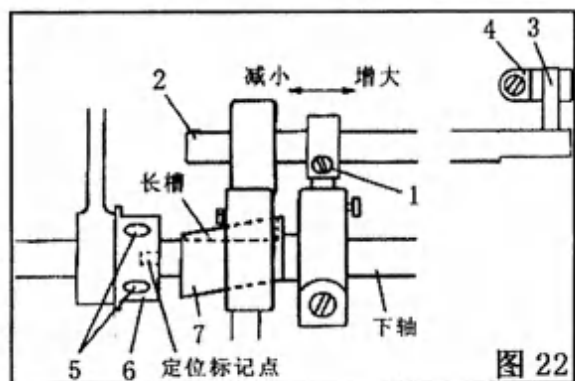

图 22
1) 抬牙凸轮的定位 (图 22): 放倒机器, 拧松抬牙凸轮螺钉 (5), 然后按住抬牙凸轮 (6), 再缓缓转动主动轮, 当抬牙凸轮上的定位标记点与送布凸轮 (7) 上的长槽成 90° 时, 拧紧抬牙凸轮螺钉。
31、调节倒顺缝针距误差 (图 22):